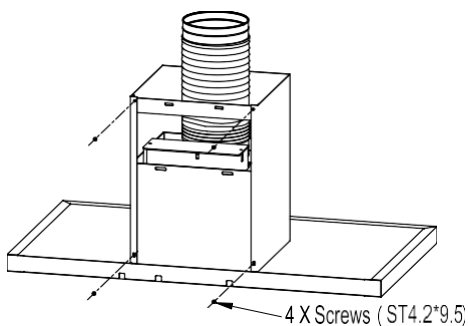

Fig.5
- Corrigir o tubo de escape e a chaminé no corpo principal, conectar a placa de instalação da chaminé e a chaminé. Veja Fig.5.